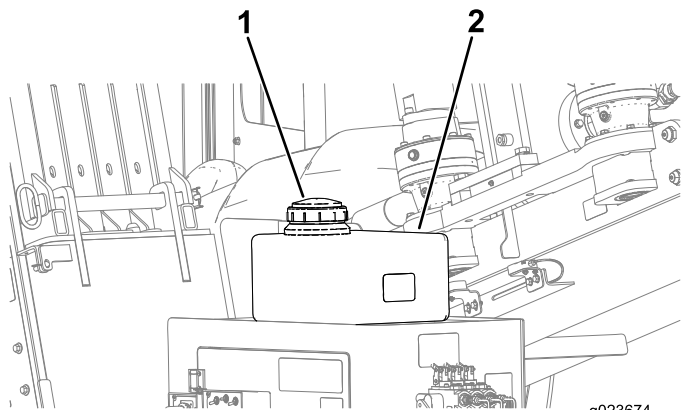

Рисунок 159
- С. Снимите крышку бака антифриза насоса бурового раствора (Рисунок 159).
D. Убедитесь в том, что бак заполнен антифризом (Рисунок 159).
D. Заправьте антифриз в бак по мере необходимости (Рисунок 159).
5. Установите крышку бака антифриза (Рисунок 159).